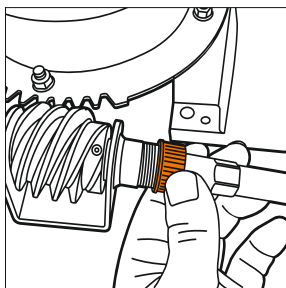

Рис. 7
- Соедините один конец гибкого вала с осью червячной передачи, расположенной у отверстия желоба выброса, зафиксируйте соединительной гайкой (Рис. 7).